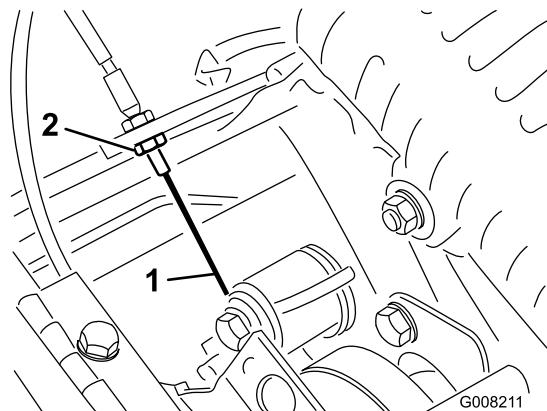

Figure 36
3. Pour accroître la tension du câble, desserrez l'écrou de blocage avant et serrez l'écrou de blocage arrière (Figure 36) jusqu'à ce qu'une force de 3,2 à 4,1 kg soit requise pour engager la transmission au roues. Mesurez la force au bouton de commande.